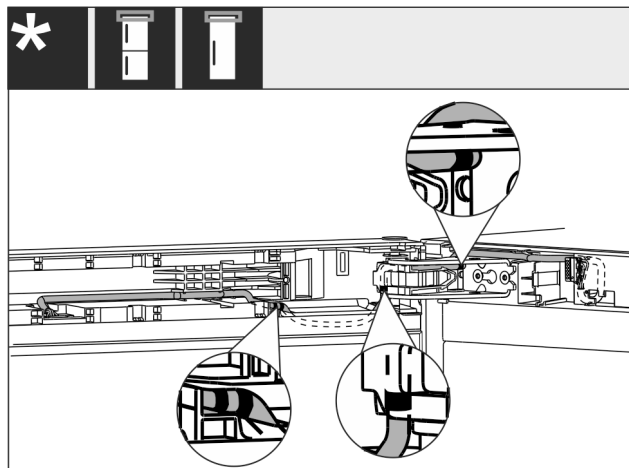

Fig. 61
- ▶ Pozarea cablului reprezentată ca în figură Fig. 61 ()